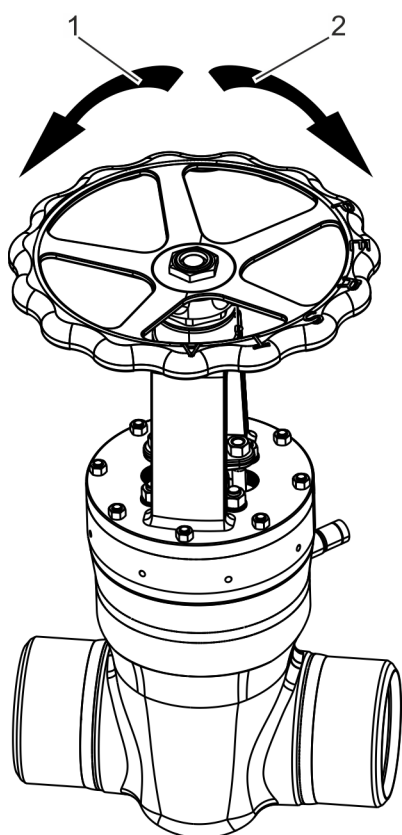

Fig. 18: Accionamiento del volante
- Giro en sentido horario (Fig. 18/2): cerrar la válvula.
- Giro en sentido antihorario (Fig. 18/1): abrir la válvula.